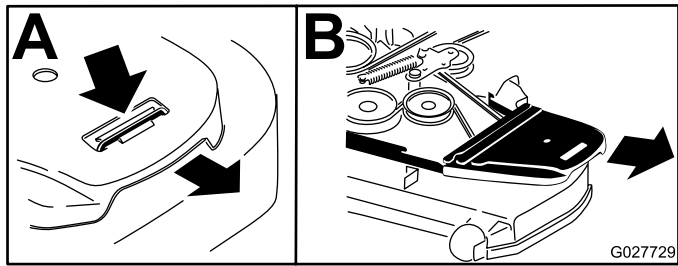

Figure 98
5. Retirez le couvercle de courroie en plastique (Figure 98).
4. Déposez les protège-courroies (Figure 98).